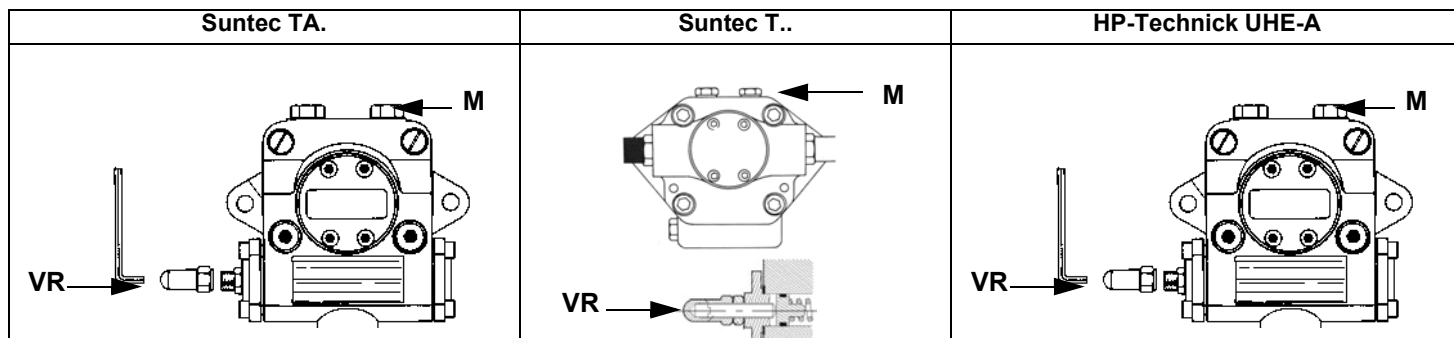

Рис. 8
- 3 выпустить воздух со штуцера (M) манометра насоса (Рис. 8), расслабив слегка заглушку, но не снимая ее; затем отпустить контактор;